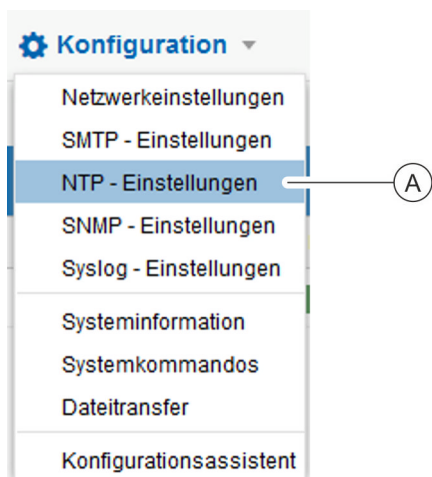

Abb. 154: NTP-Einstellungen aufrufen
2. ➤ Über „Konfiguration ➔ NTP-Einstellungen“ die NTP-Einstellungen aufrufen (Abb. 154/Ⓐ).